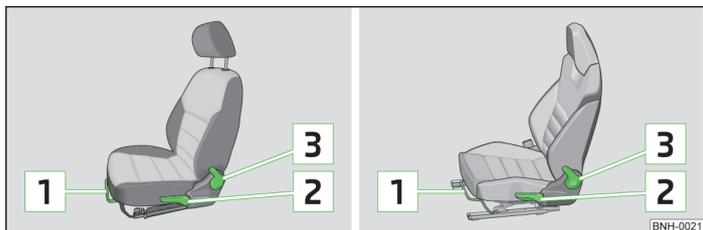

Fig. 32 Organes de commande du réglage du siège/organes de commande de réglage du siège sport
- Tirez la manette (dans la zone centrale)  » fig. 32 vers le haut et poussez simultanément le siège dans la position souhaitée.
- Si vous souhaitez lever le siège, tirez la manette  » fig. 32 ou pompez vers le haut.
- Délester le dossier du siège (ne vous appuyez pas contre le dossier), tirer la manette  » fig. 32 vers l'arrière et régler l'inclinaison souhaitée en appuyant avec le dos.